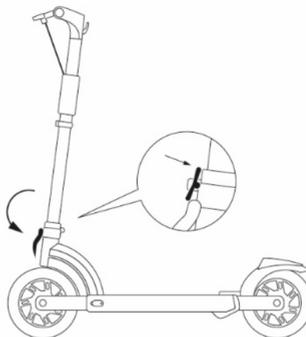

Abbildung 47 - Lösen des Hebels
2. Drücken Sie die Sicherungstaste (**siehe Punkt 9 Tabelle 1 - Detail der Komponenten des Rollers und Abbildung 2 - Komponenten des Rollers**) und lösen Sie gleichzeitig den Verriegelungshebel (**siehe Abbildung 47 - Lösen des Hebels**).